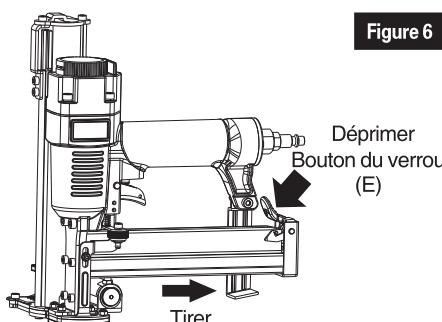

Figure 6
- Appuyez sur le Bouton du verrou (E) pour obtenir le Magasin interne (F) libéré, puis tirez vers l'arrière le Magasin interne (F) à la fin. (Voir figure 6 & 7.)